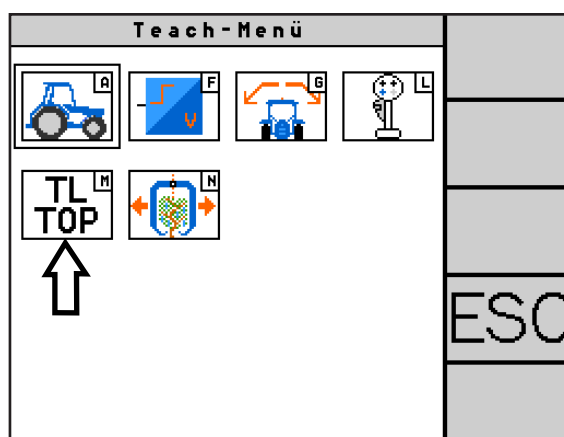

Abb. 78: Teach TRACK-Leader TOP aufrufen
Wählen Sie im Teach-Menü auf „TL TOP“ (M) (siehe Abb. 78), um in das Menü „Teach TRACK-Leader TOP“ zu gelangen.